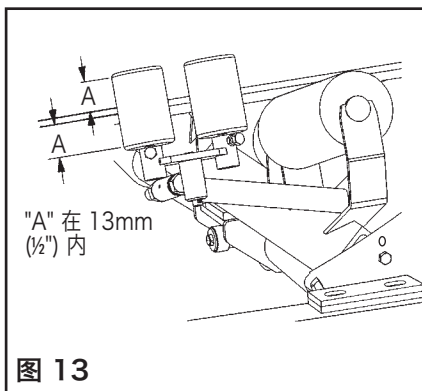

图 13
5. 检查传感器托辊面上的输送带运行位置。为取得最佳效果，输送带移动轨迹必须在传感器托辊面中线 13mm (1/2") 内（图 13）。